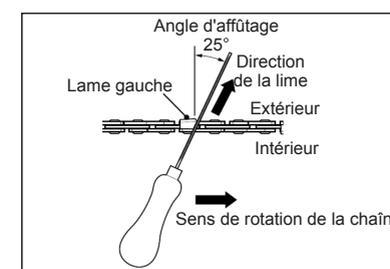

Fig. 40
- > Limez perpendiculairement au guide-chaîne, selon un angle de 25° par rapport au sens de la marche (fig. 40).